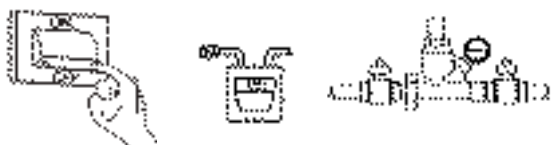

fig. 10
- Mettre l'interrupteur général de l'installation sur «éteint» (fig. 10).
- effectuer l'analyse des produits de combustion pour vérifier l'état de fonctionnement de la chaudière, puis couper l'alimentation électrique en mettant l'interrupteur général de l'installation sur «éteint» (fig. 10);